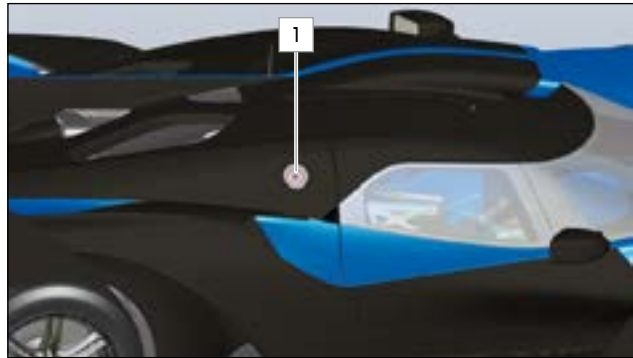

ABB.88 TANKVENTIL AUF DER BEIFAHRERSEITE
- ▶ Sobald Sie zum Stillstand gekommen sind, wird der Einfüllstutzen in das Betankungsventil 1 (» Abb.88) auf der Beifahrerseite eingesetzt.